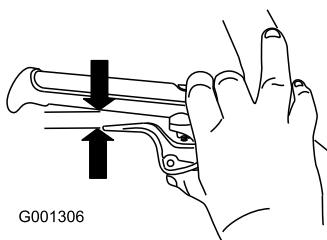

Figura 10
5. Premete a fondo la leva, poi verificate la luce tra la parte inferiore della stegola e l'estremità della leva della frizione ruote (**Figura 10**).